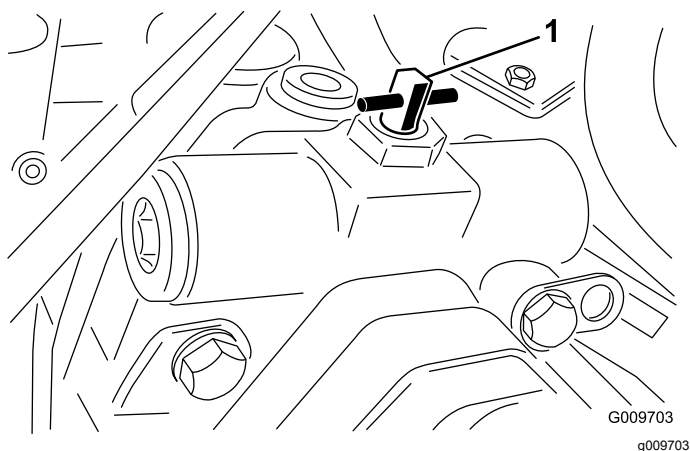

Figura 45
3. Rode a válvula de derivação 90° (1/4 de volta) em qualquer direção, para permitir a passagem interna do fluido (Figura 45).
2. Rode a válvula de derivação 90° (1/4 de volta) em qualquer direção, para permitir a passagem interna do fluido (Figura 45).